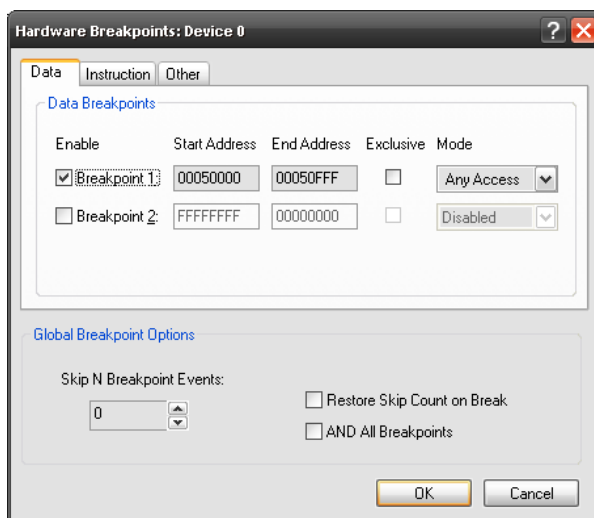

Рис. 2.11. Установка точек аппаратного останова при доступе к данным по шине DM
- останов при обращении к данным по DM-шине. Есть возможность отследить доступ в указанном диапазоне адресов к внутренней памяти, IOP-регистрам, внешнему порту и пространству памяти многопроцессорной системы. Условие останова проверяется при доступе к памяти с адресацией через DAG1 или при абсолютной адресации через шину DM. Режим доступа (на чтение, на запись, произвольный) выбирается в поле Mode. Флаг Exclusive устанавливается в том случае, если останов необходим при обращении к памяти только вне указанного диапазона. Есть возможность задать две точки останова данного типа (рис. 2.11);